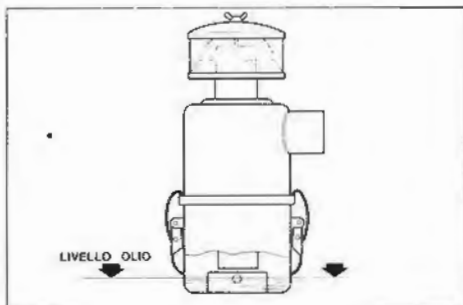

Fig. 2 - Livello olio filtro aria - Ölstand im Luftfilter - Nivel aceite filtro de aire
- nella vaschetta del filtro aria vi sia l'olio al livello (da nuovo il filtro è sempre vuoto) (Fig. 2)
- ob der Ölstand im Behälter des Luftfilters stimmt (Abb. 2), (neue Filter werden immer leer ausgeliefert)
- La cazoleta del filtro lleve aceite hasta el nivel señalado. (El filtro nuevo no lleva aceite) (Fig. 2)